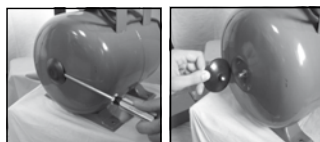

рис. 2
- сняв заглушку с ниппеля (в задней торцевой части бака) проверить давление манометром (автомобильным), как показано на рис.2;